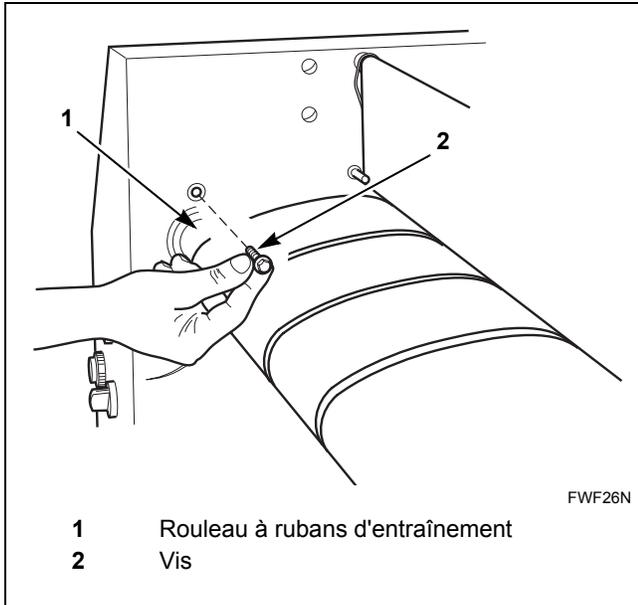

Figure 32
6. Déverrouiller le cylindre d'entraînement à l'intérieur du panneau latéral gauche en enlevant deux vis. Maintenir le cylindre en place et vérifier le sens dans lequel le roulement est monté. Se reporter à la *Figure 32*.